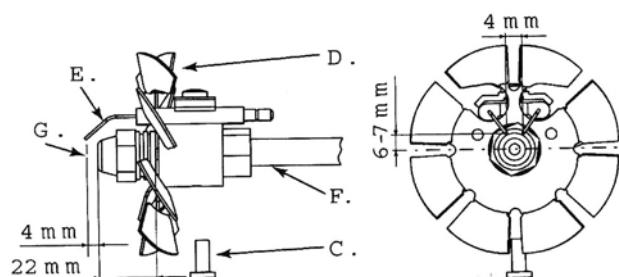

Рис.14
### Пояснения к Рис.14:
- Прочистите огневой диск (D рис.14) и электроды (E рис.14)
- Отвинтите форсунку (G рис.14) от держателя форсунки (F рис.14), прочистите ее и если необходимо – замените.
- Вставьте форсунку в ее держатель (G рис.14);
- Разместите электроды как показано на рис. 14
- 4)Грязь на огневом диске или трубке (см. рис.14)